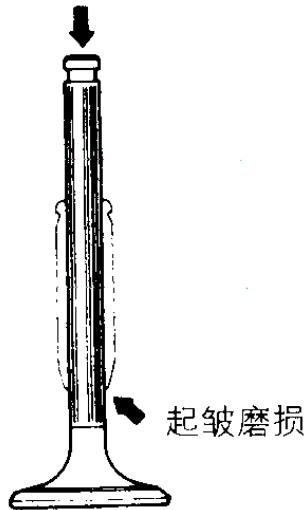

图 2-59 检查气门杆
(1) 如果气门杆已磨损(起皱磨损)或有其他损伤(图 2-59), 则应更换。另外, 如果杆端(与摇臂调节螺钉接触的部分)有凹痕也应更换气门。